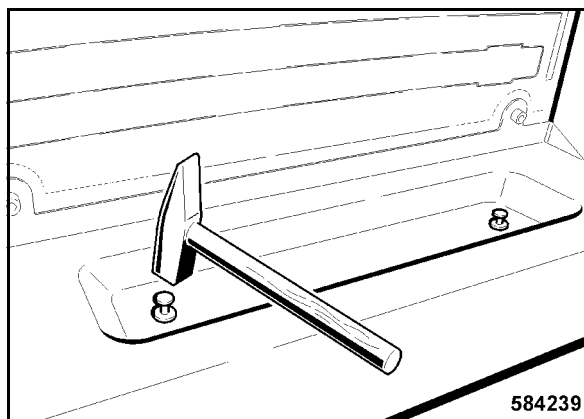

Bild 189
- Pane perän säilytyspaikka paikoilleen ja lyö muovikiinnikkeet vasaralla varovasti reikiin (Bild 189).